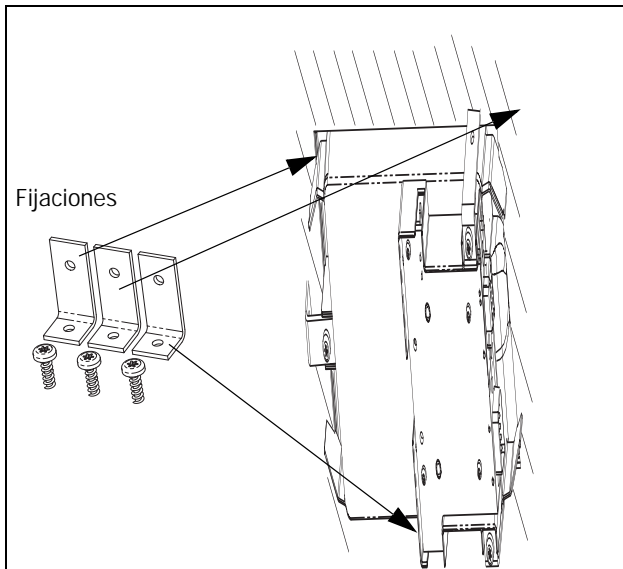

Figura 4 Montaje del chasis de soporte con las fijaciones.
3. Sujete el chasis de soporte a la puerta del armario desde el interior de éste con las tres fijaciones y los tornillos, como se muestra en la Figura 4.